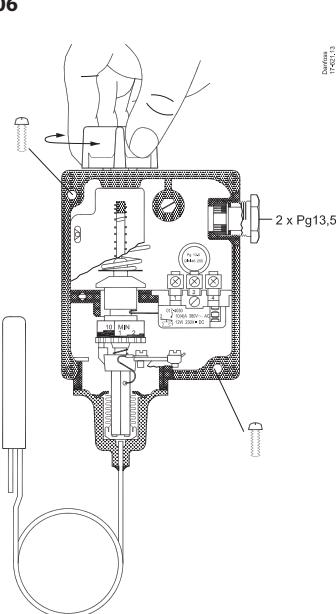
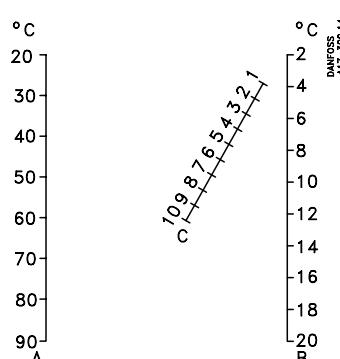

Fig. 7
Fig. 8
Régler le thermostat (voir fig.7) pour la fonction désirée - fermeture ou ouverture du circuit - à température décroissante. Relever le réglage sur l'échelle principale fig.7.
3. Régler le rouleau de différentiel fig. 7 sur le chiffre 3 relevé sur le nomogramme de la fig. 8.
Ajuste el termostato (figs. 7 y 8) al función requerida (apertura o cierre) al descender la temperatura. Lea directamente el valor ajustado sobre la escala principal de la fig. 8.
3. Ajustar la rueda del diferencial en el número 3. Esta valor se ha mediante el gráfico de la fig. 8.